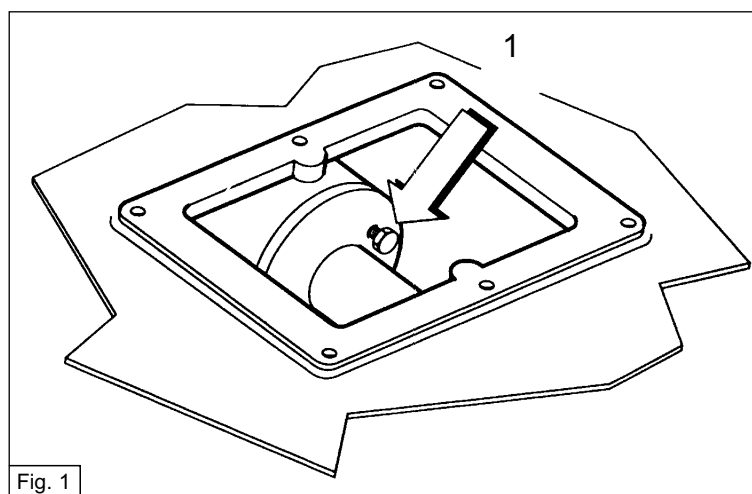

Fig. 1
Per l'inserimento di questo sistema è sufficiente asportare il coperchio di ispezione sulla parte superiore della carcassa invertitore ed avvitare le viti [1] (Fig. 1) sull'estremità della campana frizione fino a mettere in compressione fra loro i dischi. L'operazione è da eseguire solo sull'albero frizione equirostante o controrotante (il comando del distributore deve essere posizionato in folle). Dopo aver eliminato l'avaria, prima di avviare l'invertitore svitare completamente le viti (1) e bloccarle in posizione con Loctite 243.
Pour insérer ce système, il suffit d'ôter le couvercle de contrôle de la partie supérieure de la carcasse de l'inverseur et de visser les vis [1] (Fig. 1) sur l'extrémité de la cloche de l'embrayage, de façon à ce que les disques se mettent en compression entre eux. L'opération ne doit être effectuée que sur l'arbre tournant dans le même sens ou sur l'arbre contrarotatif (la commande du distributeur doit être mise au point mort). La panne ayant été éliminée, dévisser complètement les vis (1) et les bloquer avec de la Loctite 243 avant de mettre l'inverseur en marche.
Para activar este sistema hay que quitar la tapa de inspección situada en la parte superior de la carcasa del inversor y atornillar los tornillos [1] (Fig. 1) situados en el extremo de la campana del embrague hasta que los discos se compriman entre ellos. Esta operación debe realizarse sólo en el eje del embrague equirrotante o contrarrotante (el mando del distribuidor debe estar en punto muerto). Después de haber reparado la avería, destornillar a tope los tornillos (1) y bloquearlos con Loctite 243 antes de poner en marcha el inversor.
Um dieses System zu aktivieren, genügt es, den Schaulochdeckel an der Oberseite des Getriebegehäuses abzunehmen und die Schrauben [1] (Abb. 1) am Ende der Kupplungsglocke einzuschrauben, bis die Scheiben zusammengedrückt werden. Der Vorgang ist nur an der gleichlaufenden bzw. gegenlaufenden Kupplungswelle durchzuführen (der Schalthebel des Verteilers muss auf Leerlauf stehen). Nachdem die Betriebsstörung beseitigt wurde, müssen vor Ingangsetzung des Getriebes die Schrauben (1) ganz gelöst, und mit Loctite 243 blockiert werden.